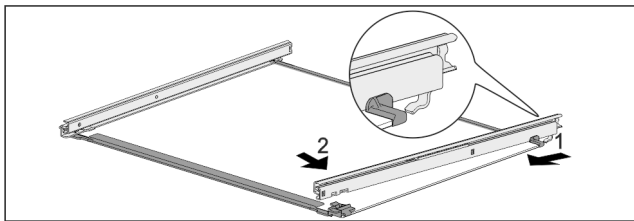

Fig. 125 Стекланная пластина с направляющими
- ▶ Зацепите направляющую сзади. Fig. 125 (1)
- ▶ Защелкните направляющую спереди. Fig. 125 (2)